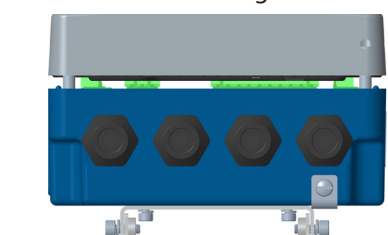

Abbildung 10: Abdeckung vom Sockel abnehmen
5. Einen Massedraht an der Massehalterung anschließen (siehe Abbildung 10) und die Halterung festziehen.